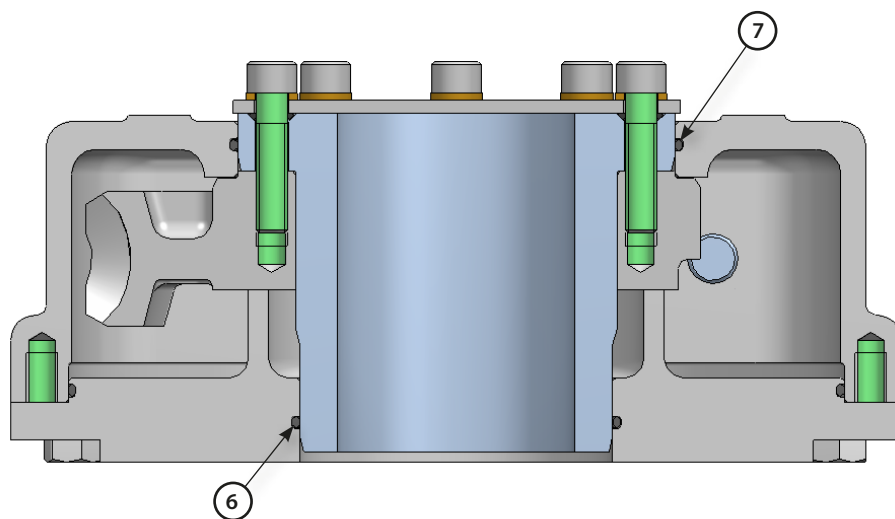

Рисунок 3 – Проверка уплотнительного кольца
Как указано на Рис. 3, уплотнительные кольца (6) и (7) должны быть проверены на наличие повреждений, смазаны и правильно установлены перед повторной установкой выходной втулки. Если уплотнительное кольцо повреждено, его следует заменить перед установкой ведущей втулки.